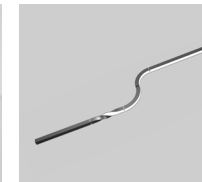

Рис. 1–3. Примеры использования ленты RZ
- Специальная форма печатной платы позволяет изгибать ленту RZ на плоскости. Лента RZ подходит для использования на криволинейных поверхностях, например в закругленных и скрученных профилях (рис. 1–3).